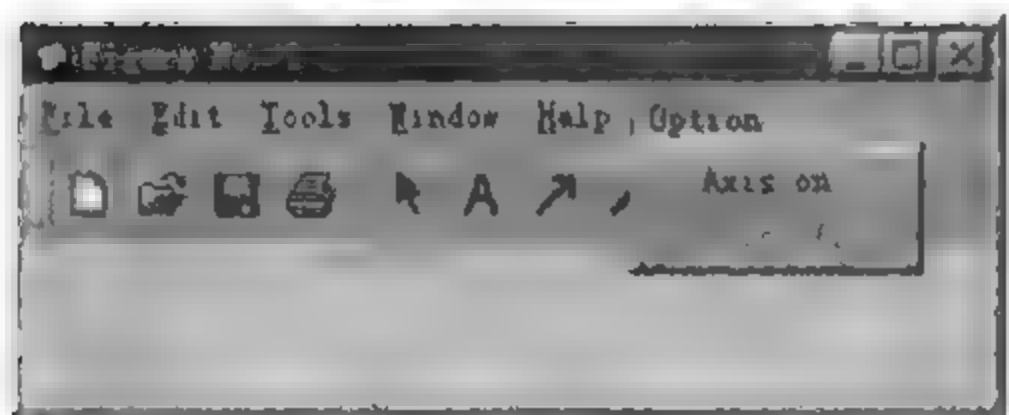

图 3-15 菜单功能的使能性
(3)选中【Option】菜单项,界面呈现如图 3-15 所示